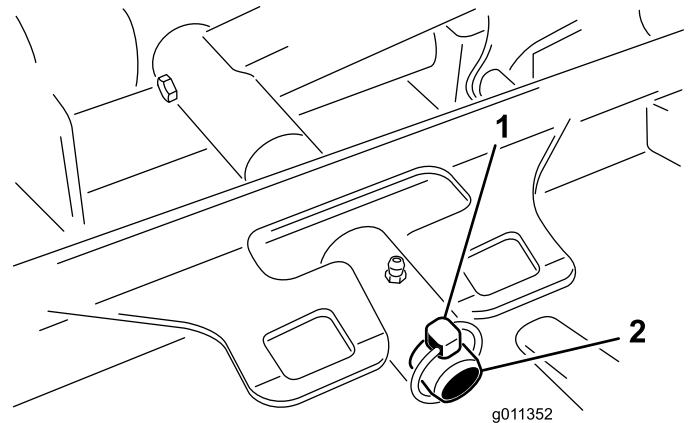

Figura 80
3. Retire o pino de sujeição que fixa a estrutura de suporte da plataforma ao pino da articulação do braço de elevação (Figura 80).
3. Deslize a estrutura de suporte da plataforma até que esta fique sobre o pino da articulação do braço de elevação. Fixe com o pino de sujeição (Figura 80).